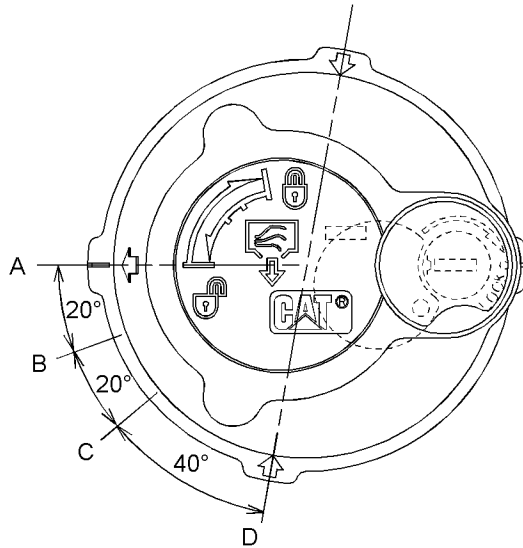

Ilustración 482
3. Suelte la presión que puede haber en el circuito hidráulico de retorno con el siguiente procedimiento. Consulte la Ilustración 482 para ver las posiciones de la tapa del tubo de llenado.
- a. Gire la tapa del tubo de llenado hacia la izquierda y mueva la flecha de la posición (A) a la posición (B).
- b. Suelte la presión durante un mínimo de 45 segundos moviendo la flecha de la posición (B) a la posición (C).
- c. Oprima la tapa del tubo de llenado hacia abajo y mueva la flecha de la posición (C) a la posición (D).
- d. Una vez que se libera la presión del tanque, apriete la tapa del tubo de llenado del tanque hidráulico a la posición (A).